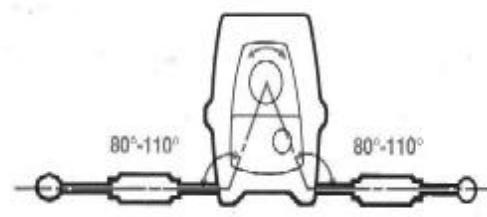

Fig. 6
- Fitting of two torque arms in opposite direction is necessary for applications with reversible direction of rotation (fig. 6).
- Le montage de 2 bras de réaction en direction opposée est réalisable pour des applications à sens de rotation réversible (voir fig. 6).
- 2 Drehmomentstützen können ebenfalls in gegengesetzter Richtung befestigt werden, für Anwendungsfälle mit umkehrbarer Drehrichtung (siehe Fig. 6).
- 2 reaktiestangen kunnen in tegengestelde richting bevestigd worden voor toepassingen met omkeerbare draairichting (zie fig. 6).